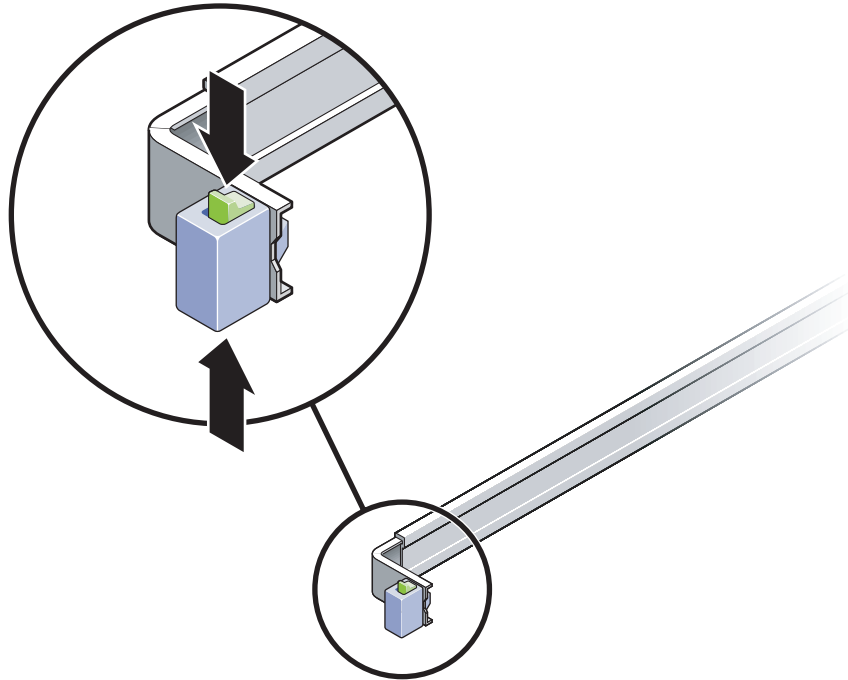

FIGURE 2-14 Déverrouillage d'un ensemble de rail coulissant
- a. Appuyez simultanément sur les boutons de verrouillage supérieur et inférieur du verrou du rail coulissant (FIGURE 2-14).